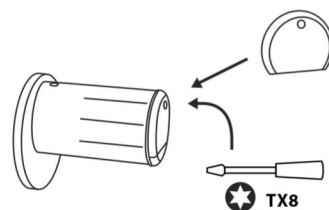

Abb. 4
- 4 Setzen Sie die vordere Abdeckung wieder auf und schrauben Sie sie fest (Abb. 4).